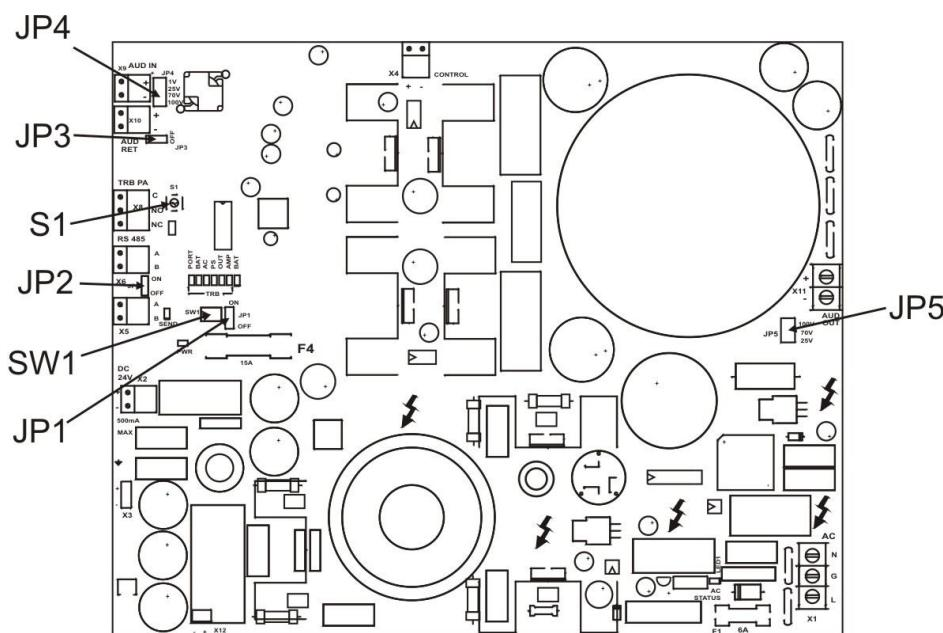

Рис. 5. Расположение перемычек и переключателей на печатной плате.
Расположение перемычек и переключателей на печатной плате усилителя мощности AL-250PA показано на Рис. 5. В Таблице 3 указано назначение и приведено описание перемычек и переключателей.
3.2.7.2. Установите перемычкой J4 нужный уровень входного аудио сигнала. **Положение перемычки J4 должно соответствовать уровню выходного напряжения установленного в предыдущем устройстве.** Заводская установка – 70 В. Расположение перемычки J4 на плате усилителя показано на Рис. 5.
- Установите перемычкой JP5 требуемый уровень напряжения на аудио выходе (25 В, 70 В или 100 В). Заводская установка – 70 В. Расположение перемычки JP5 показано на Рис.5.